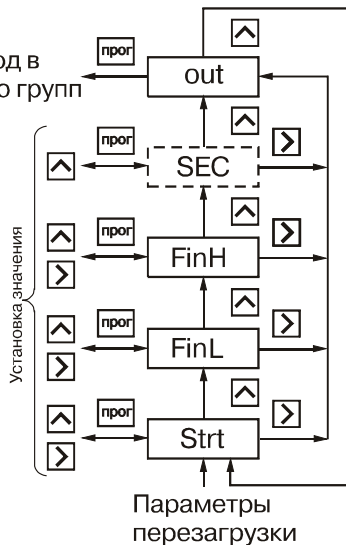

Рис. 24
6.1.7. Группа "**GrouP_b**" (рис. 24) содержит параметры **FinL**, **FinH**, задающие границы счета и значение **Strt** загружаемое в счетчик импульсов при достижении этих границ. Положение десятичной точки в этих параметрах определяется её положением в параметре **F**. Установите нужное значение параметров **FinL**, **FinH** и **Strt**.